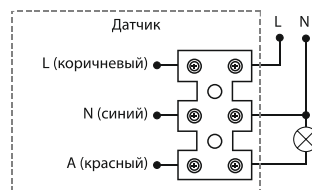

Рис. 3 Схема электропитания
3. В соответствии со схемой подключения (рис. 3), соедините провода электропитания и электроприбора, подключаемого к датчику.